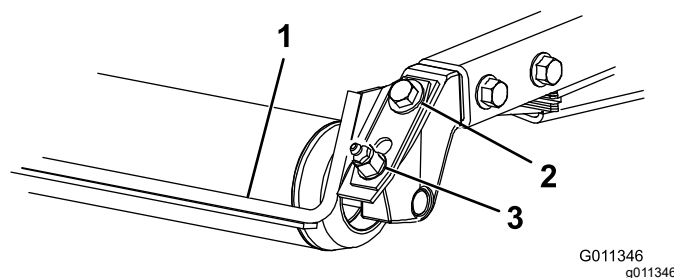

**Figura 8**
1. Slăbii fittingul de lubrifiere și urubul de montare (Figura 8).